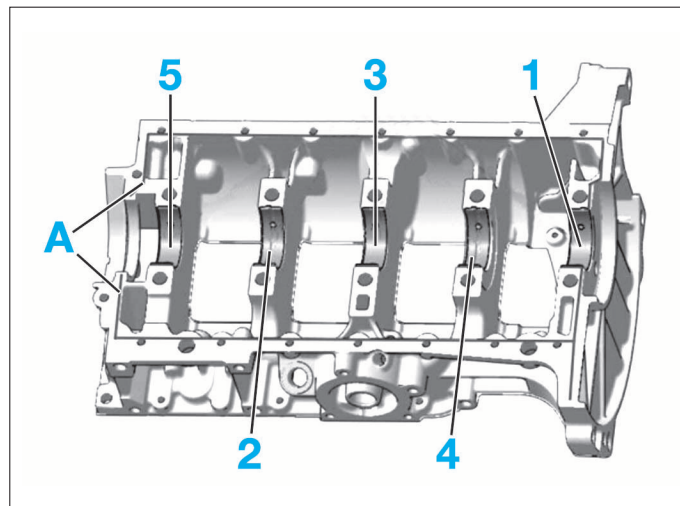

FIG. 52
- Appliquer sur le pourtour du carter, de la pâte d'étanchéité en (A) (Fig.52) :